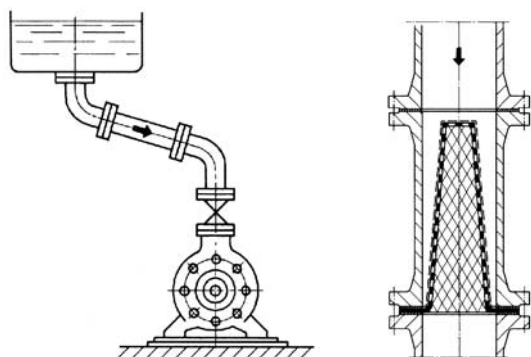

Fig. 18 - Sucção positiva com filtro tipo chapéu
- p) As tubulações e o tanque de sucção devem ser submetidos a uma criteriosa lavagem antes da instalação ser posta pela primeira vez em funcionamento. Ocorre entretanto, que pingos de solda carepas e outras impurezas desprendem-se muitas vezes somente após algum tempo, principalmente quando do bombeamento de líquidos quentes. Para proteger a bomba deve ser sempre previsto a instalação de um filtro na sucção tipo chapéu como mostra a fig. 18. Este filtro deve ser feito em aço inoxidável com malha da tela de no máximo 0,5 mm e espessura de arame da tela de 0,25 mm.